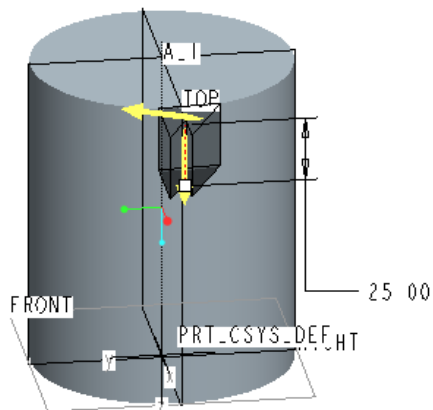

図 13-96 刃部の押し出し
- ・画面が押し出し画面に切り替わるので、押し出し高を 25mm に設定する。ただし、矢印で示す押し出し方向に注意すること（図 13-96）